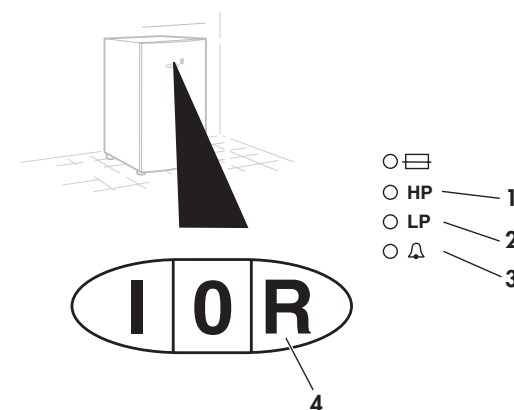

Fig. 7. Lokaliseren van storingen
Als de bediening wordt onderbroken, moet de warmtepomp eerst worden gereset met de resetknop "R" (4) (zie fig. 7).